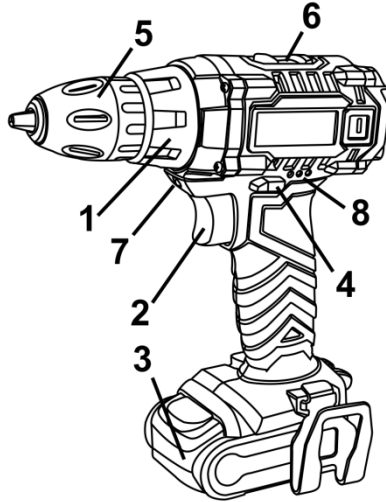

Рисунок 1
4.1.3 Встановіть необхідний крутний момент за допомогою кільця регулятора моменту зтягування (1) (див. рисунок 1).